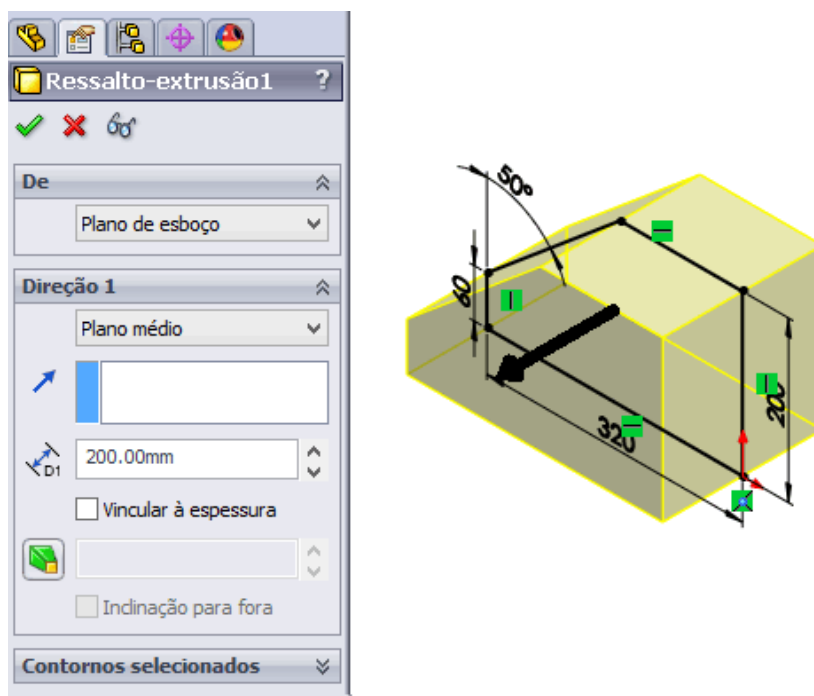

Figura 2.7 - Propriedades de Ressalto/ base extrudado para a garagem.
1.3. Clique na aba **Recursos** e selecione a ferramenta **Ressalto/ base extrudado**, configurando suas propriedades conforme a Figura 2.7. Clique em .